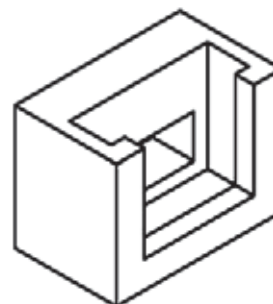

Рис. 2
- Затворы такого размера не могут быть зафиксированы только одними анкерными болтами. Их необходимо бетонировать. В стене необходимо сделать паз по форме, показанной на рис. 2.